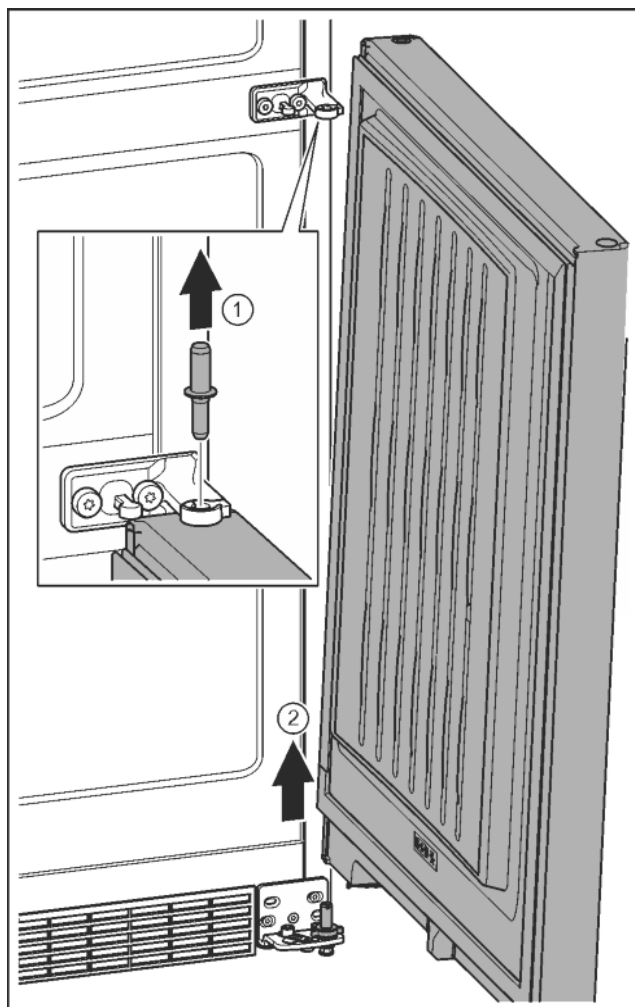

Fig. 10
- ▶ Izvelciet ārā tapu uz augšu. Fig. 10 (1)
- ▶ Atvīrzi durvis, pavelciet uz augšu un novietojiet malā. Fig. 10 (2)